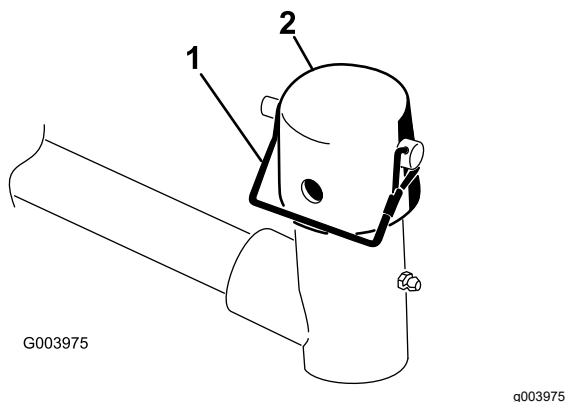

Рисунок 9
9. Снимите стопорный штифт и крышку с вилки шарнира подъемного рычага (Рисунок 9).
Примечание: При необходимости поворота режущего блока используйте паз; при необходимости фиксации режущего блока используйте отверстие (Рисунок 9).